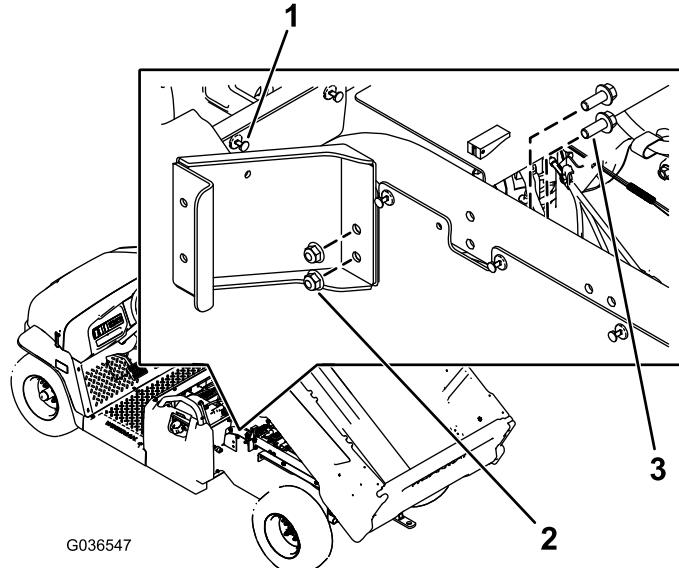

Figura 1
- Retire el remache del panel izquierdo detrás de la base del asiento trasero (Figura 1).
- Instale el soporte de bucle izquierdo con 2 pernos hexagonales con arandela prensada (3/8" x 1") y 2 tuercas (3/8"), tal y como se muestra en la Figura 1.